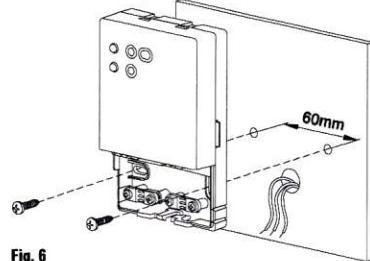

Fig. 6
- 5** Fixați placa pe perete prin cele două locașuri pentru șuruburi cu ampatament 60 mm (folosiți șuruburile și/sau diblurile din dotare) - Fig. 6